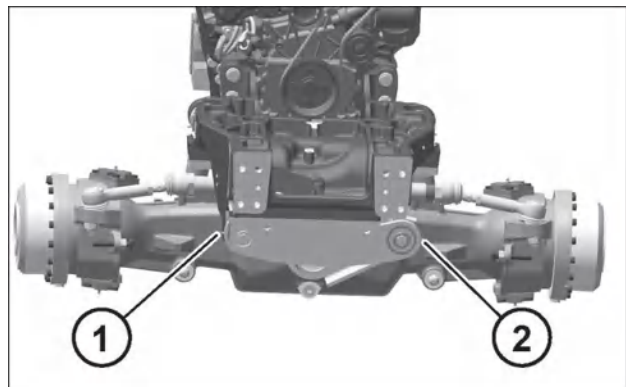

Рис. 7-89
- Шарниры оси (2 шт.) (1 и 2 — рис. 7-89).